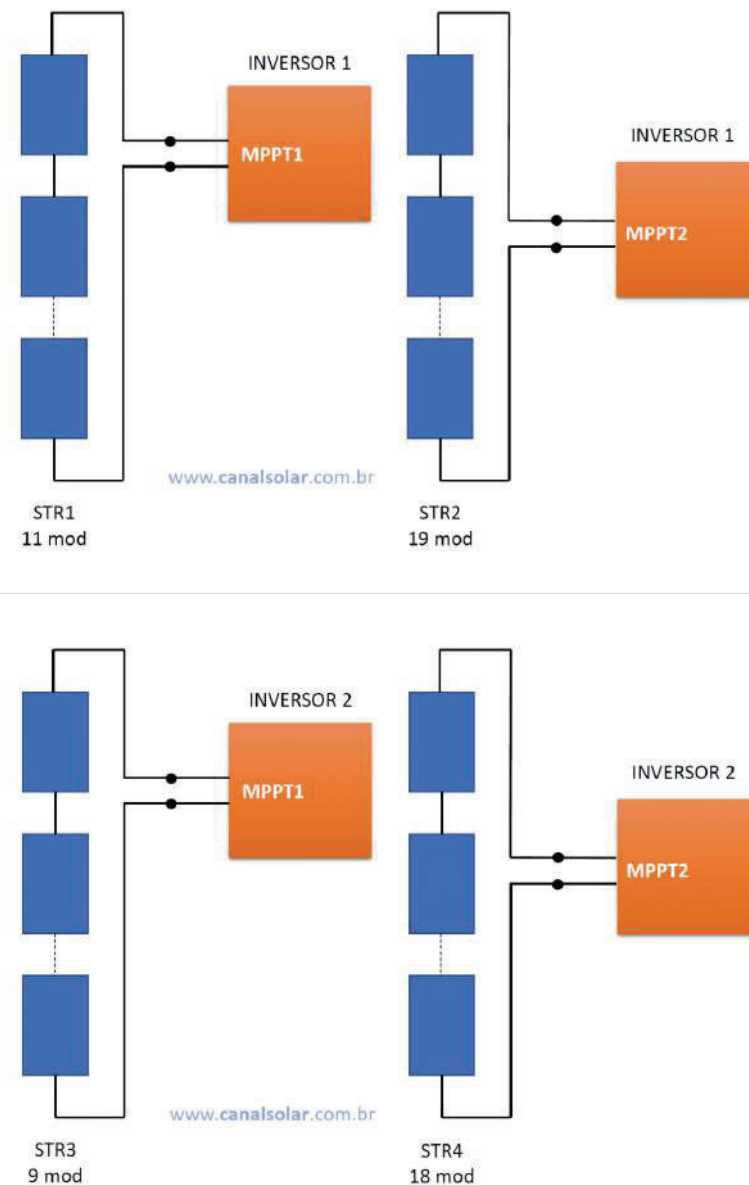

Figura 7: Sistema FV corrigido, com *strings* de diferentes tamanhos ligadas de forma independente em uma das 4 entradas de MPPT disponíveis.
- Sistema com 2 inversores com 2 entradas de MPPT em cada um. Cada uma das 4 *strings* foi ligada individualmente a uma das 4 entradas de MPPT disponíveis. Esta situação está ilustrada na Figura 7 abaixo.